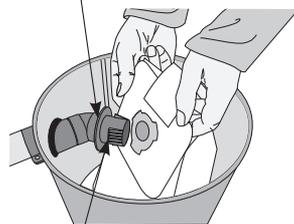

Figure 14
3. Installer le nouveau sac, en s'assurant d'aligner les dents du sac avec les pointes de l'adaptateur (figure 14).
Install the new bag, ensuring the tabs on the bag adaptor are aligned with the slots in the bag collar (figure 14).